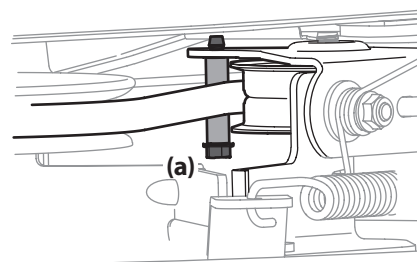

Figure 4-11
6. Retirez le porte-courroie (30 po seulement) en retirant le boulon hexagonal (a). Voir la Figure 4-11.